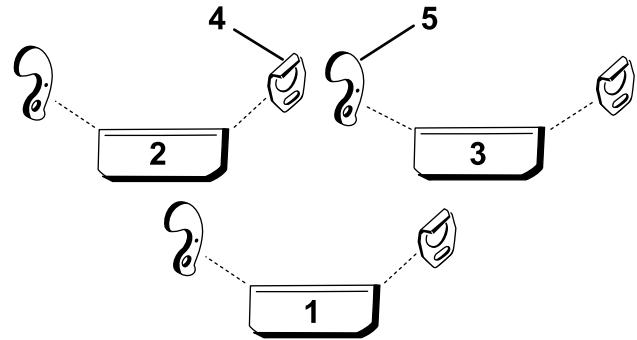

Figura 3
2. Utilice Figura 3 para determinar las posiciones en las que deben montarse los conjuntos o guía y de soporte en los bastidores de tiro de las unidades de corte.